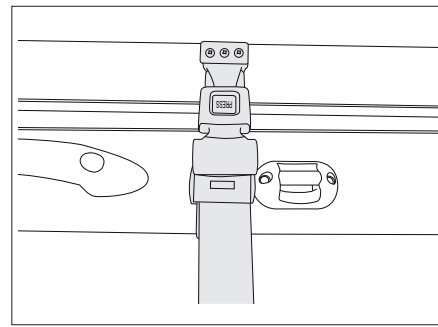

Bild 146 Sicherungsgurt Hubbett manuell
- Das Hubbett mit dem Sicherungsgurt am Dach sichern (Bild 146).